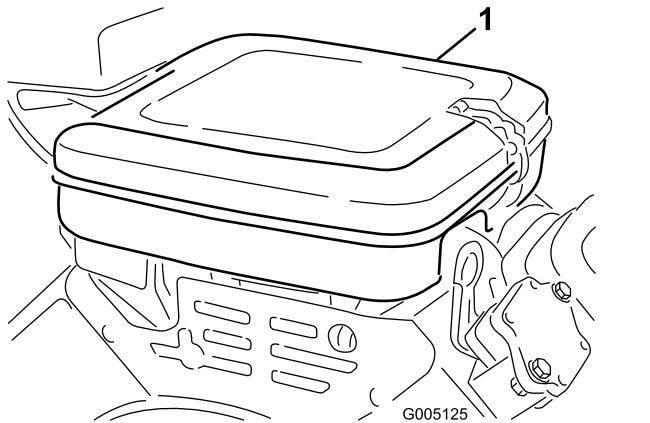

Figura 28
1. Limpie la tapa del limpiador de aire (Figura 28).